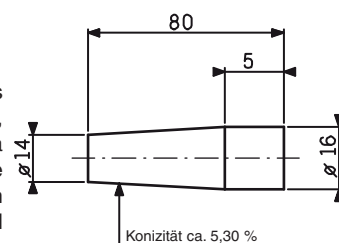

Abb. 6
- Falls das Leck im Rohr auftritt, weist dieses ein Loch auf: Die beiden Enden mit Hilfe eines konischen Stopfens verschließen (Abb. 6). Die Stopfen mit einem Hammer fest einschlagen, nachdem der Druck in den Kreisläufen abgesenkt wurde; möglichst nicht verschweißen, da dies das Gerät beschädigen könnte. Den Zustand der Rohre überprüfen: Falls mehrere Rohre Löcher aufweisen, deutet dies wahrscheinlich auf allgemeine Korrosion hin, die nach und nach auch bei den übrigen Rohren zu Lochfraß führen wird. Es empfiehlt sich, für den Bedarfsfall unverzüglich ein Ersatzrohrbündel zu bestellen.